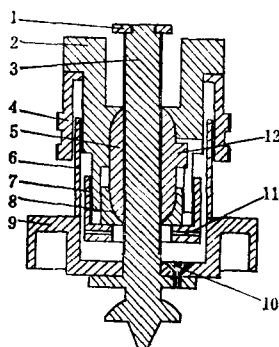

图 1-4 安平螺旋剖视图
3. 将三个安平螺旋(图1-2C之21)逆时针方向旋到极限位置，用特制槽缝扳手旋去其三个套管的压环(图1-4之4)，就可将安平螺旋和弹性压板(图1-2C之18)取下。图1-4所示为安平螺旋的剖视图。
4. 旋去安平螺旋上的倒牙防脱螺母(图1-4之1)，将安平螺旋螺杆(图1-4之3)连同手轮(图1-4之9)一
并取下。随即取下套管压环（图1-4之4）。此时从手轮中间的防灰罩（图1-4之6）内，可以见到三个手轮固连螺丝（图1-4之10），将它旋去后就能将螺杆和手轮分开。
5. 旋去安平螺旋的松紧压环（图1-4之7），可以见到内面一个松紧垫圈（图1-4之8），取出这个垫圈即可将安平螺旋的螺母（图1-4之5）取出。此项螺母是胶木压制的，在使用过程中很容易损坏。